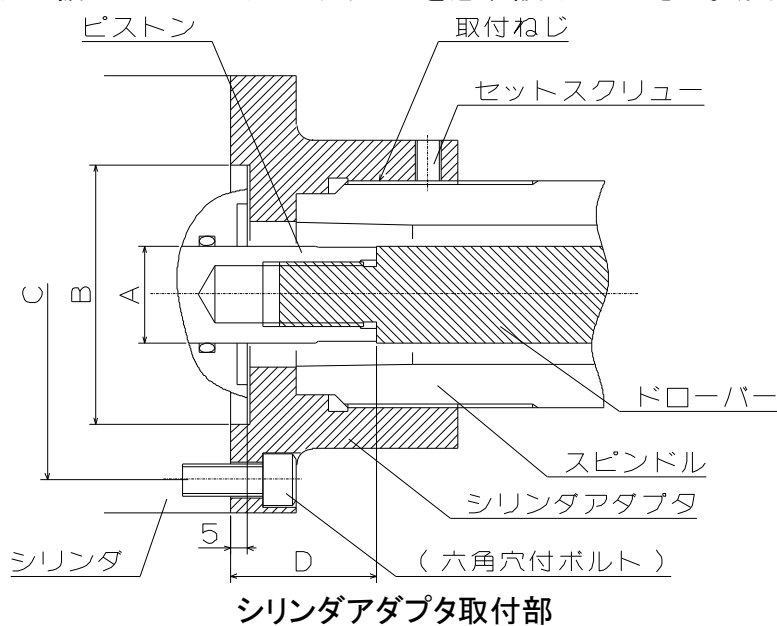

図 9
- シリンダは旋盤スピンドル支持部にできるだけ接近させてください。シリンダアダプタの取付方法と振れの測定方法を一例として図示します。(図 9、表 9)